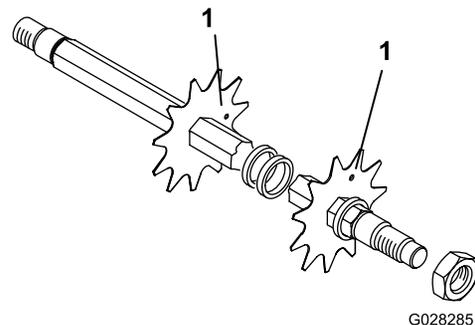

Bild 6
3. Montieren Sie das nächste Messer nach links, sodass das Indexreferenzloch nicht um ein Sechstel der Welle mit dem ersten Messerloch ausgerichtet ist (Bild 6). Bauen Sie die anderen Distanzstücke und Messer genauso ein, bis alle Messer eingebaut sind.